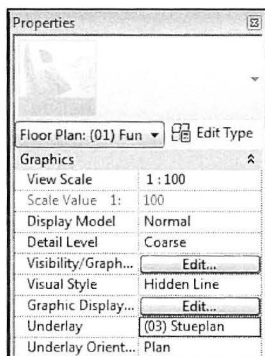

Fig. 05.81. Sæt Underlay.
- Sørg for at underlaget: *Underlay* til fundamentet er Stueplan (Fig. 05.81). Så vi har ydervæggene at optegne fundamentet efter.